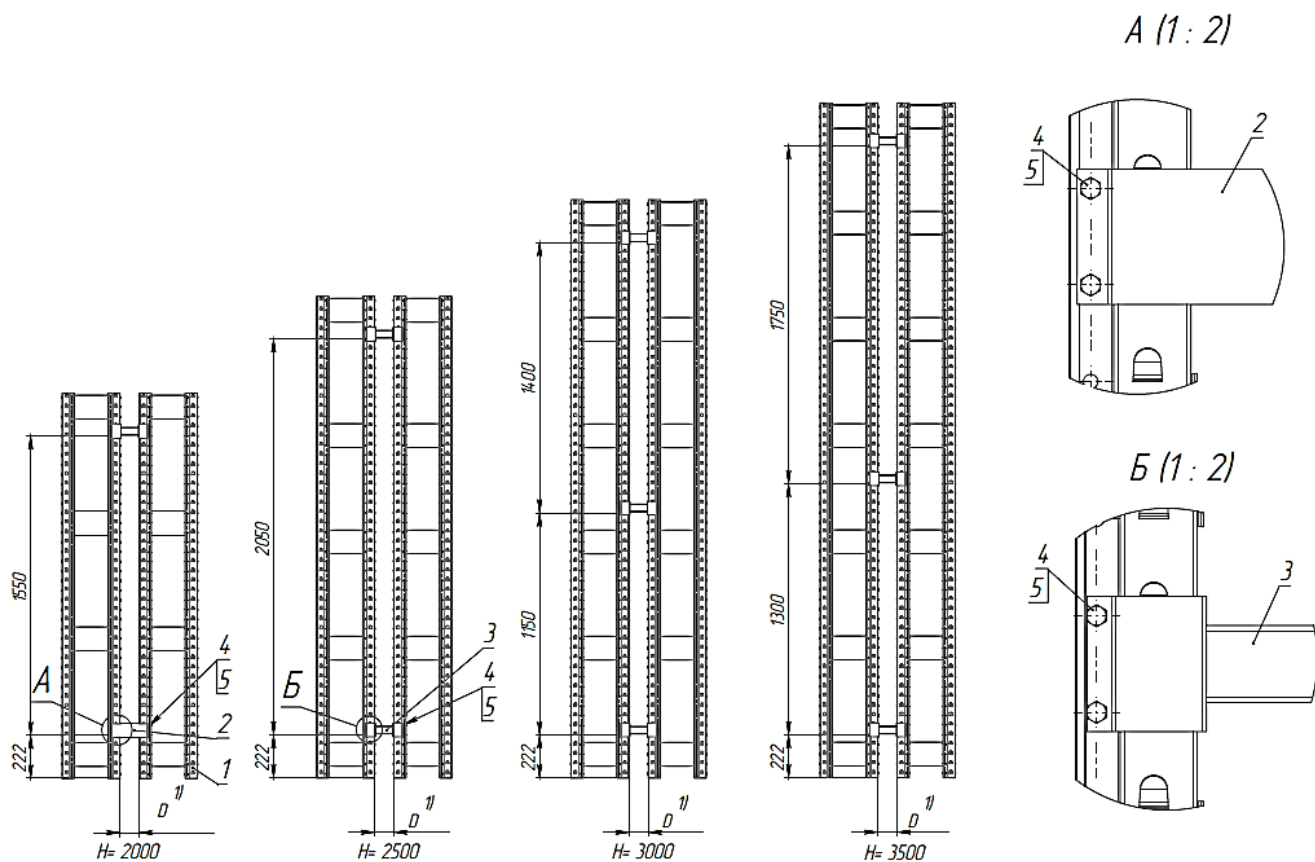

Рис. 4 – Схема установки стяжек межрамных для САМус рам разной высоты.
- 3.7. При сборке стеллажа в два ряда необходимы стяжки межрамные. Собрать 4 рамы согласно п.3.2.2. (для односекционного двойного стеллажа). Каждые две крайние рамы соединить стяжками межрамными согласно табл.2 и рис.4. Стяжки межрамные не входят в комплектацию стеллажа, заказываются отдельно (дополнительная опция).